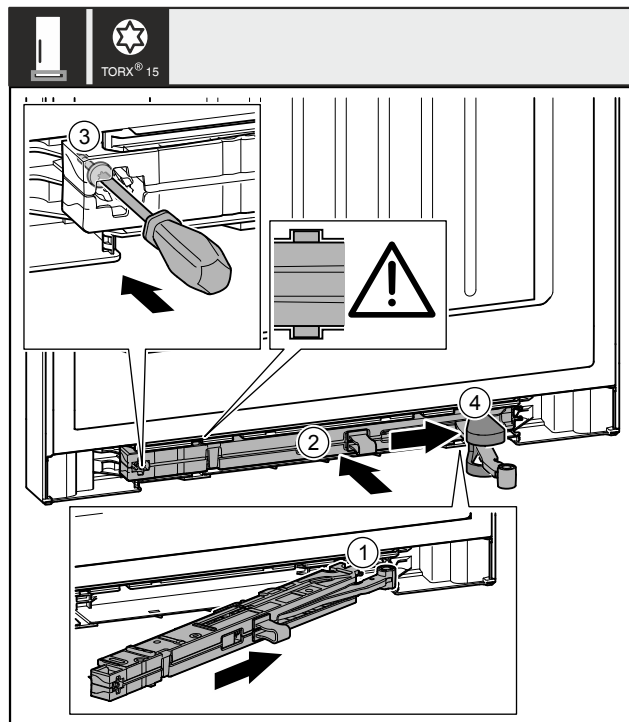

Fig. 49
- Shtyni pjerrtas deri në fund brenda në fole njësine e amortizatorit të mbylljes Fig. 49 (1), në anën e bazamentit mbështetës.
- Shtyjeni njësine e amortizatorit të mbylljes Fig. 49 (2) plotësisht brenda në fole.
- Mbërtheni fort vidën Fig. 49 (3) me një kaçavidë.
- Shtyni kapakun mbulues Fig. 49 (4) mbi menteshë.